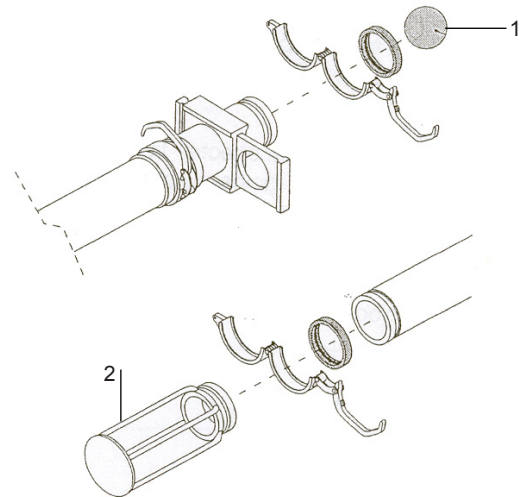
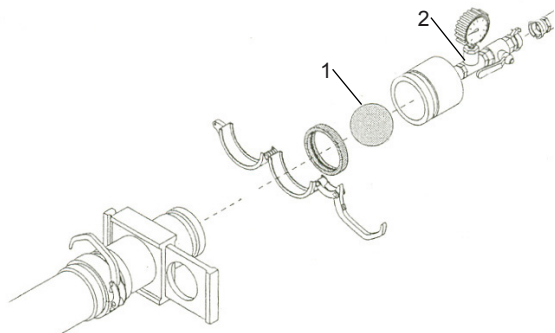

Abb.23
Abb.25
Einen Reinigungsschwamm mit Wasser tränken und in das Rohr drücken (Abb.23 Pos.1). Das Rohr wieder mit der Maschine verbinden. Am Rohrende mit der Victaulic-Kupplung mit Dichtung den Auffangbehälter für den austretenden Reinigungsschwamm (Abb.23 Pos.2) anbringen.
Am Rohrausgang mit der Victaulic-Kupplung mit Dichtung den Auffangbehälter für den Reinigungsschwamm (Abb.23 Pos.2) anbringen. Am Rohreingang den zum Rohrdurchmesser passenden mit Wasser getränkten Reinigungsschwamm einführen (Abb.25 Pos.1) und die mitgelieferte Reinigungsvorrichtung mit Kugelventil (Abb.25 Pos.2)A anschließen. Deren korrekte Befestigung kontrollieren.
⚠ Der Reinigungsschwamm tritt unter Umständen mit Wucht aus dem Rohrendstück aus: das Rohrendstück korrekt ausfalten; im Fall von Verstopfungen oder "Pfropfen" im Rohrinne tritt der Schwamm nicht aus. Den Lufteintritt durch Drehen des Hebels (Abb.25 Pos.2) unterbrechen.
Das Wasserbecken entleeren, den Ablasshebel (Abb.25 Pos.2) in senkrechte Stellung ziehen.
- Die Maschine starten, den Motor auf niedriger Drehzahl halten und den Förderstrom der Pumpe mit dem Wahlschalter (Abb.25 Pos.2) am Bedienfeld auf die kleinste Leistungsstufe einstellen.
- Den Umkehrschalter (Abb.25 Pos.2) drehen